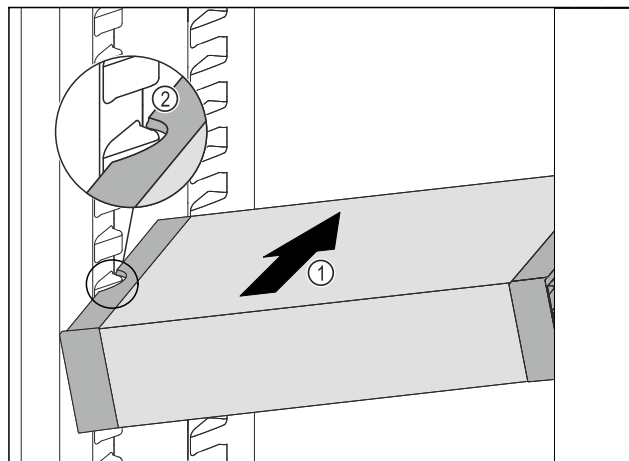

Fig. 104
- ▶ Вдвигайте VarioSafe под наклоном в холодильное отделение Fig. 104 (1), пока боковые выемки Fig. 104 (2) VarioSafe не окажутся на высоте выступа резервуара в холодильном отделении.